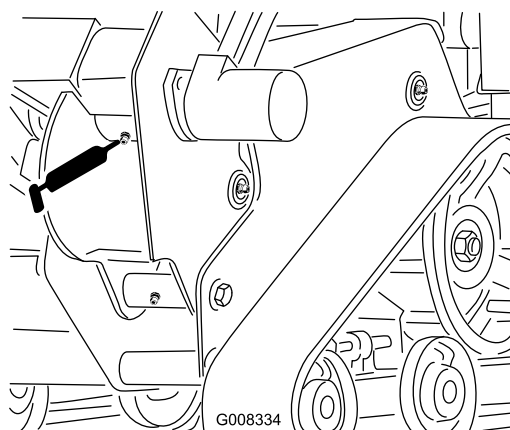

Figura 32
2. Limpie el punto de engrase del alojamiento de la zanjadora con un trapo y conecte una pistola de engrasar (Figura 32).